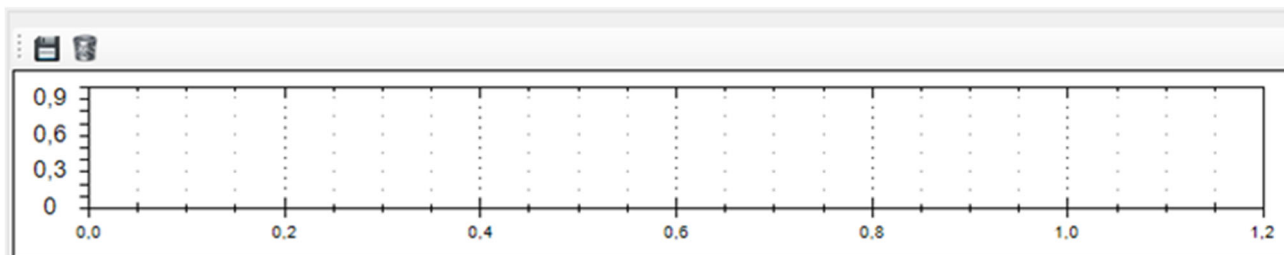

Рисунок 20 – Окно диаграммы
- при нажатии появляется диаграмма в рабочем поле программы (рисунок 20)